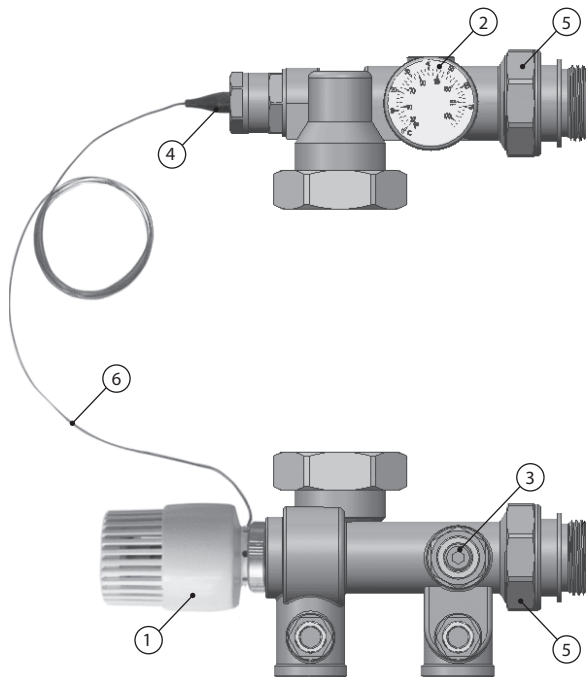
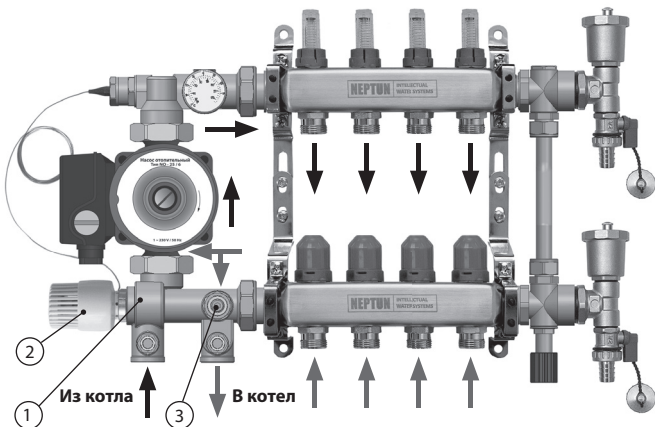

Рис. 1. Компоненты смесительного узла Neptune IWS
Рис. 2 Принцип работы смесительного узла Neptun IWS
- Вставьте погружной датчик (4) на Рис. 1 в гильзу, убедившись в наличии хорошего контакта между металлическими частями, используйте теплопроводную пасту если необходимо. Затем закрепите датчик в нужном положении винтом.
- Оставьте смесительный клапан (1) Рис. 2 полностью открытым, устанавливая термоголовку с выносным датчиком (2) не нужно;
- Шестигранным ключом откройте байпас (3) полностью;
- Запустите циркуляционный насос и отслеживайте температуру потока с помощью термометра (2) Рис. 1.